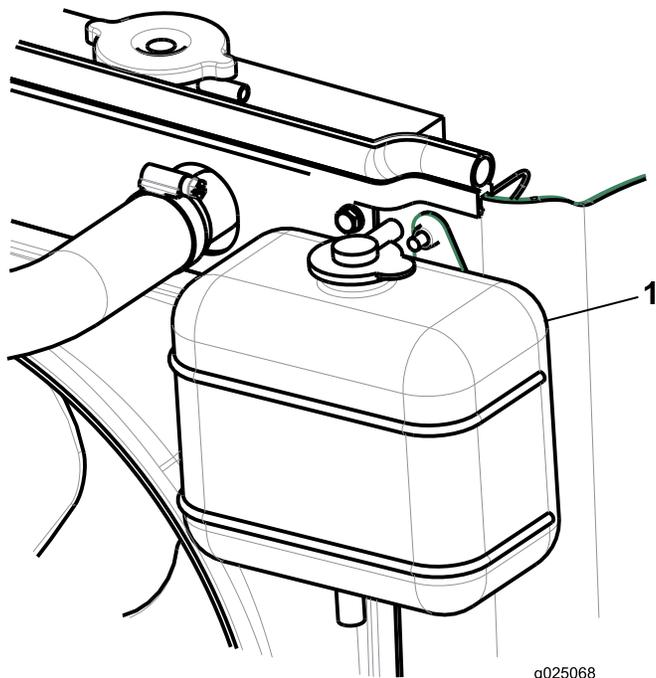

Figure 28
2. Vérifiez le niveau du liquide de refroidissement dans le vase d'expansion (Figure 28).